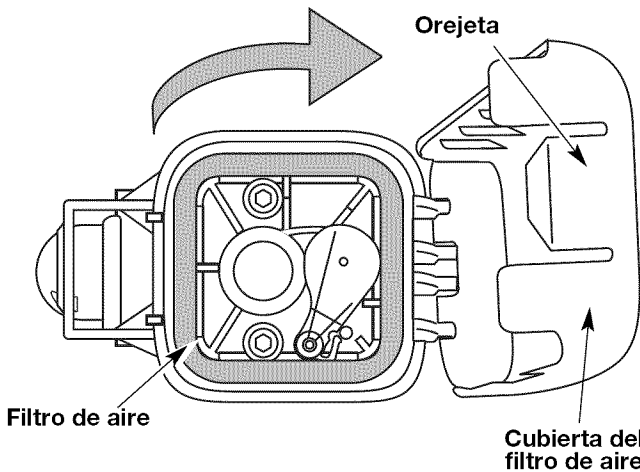

Fig. 21
1. Abra la tapa del filtro de aire. Empuje hacia adentro la lengüeta que está en lado izquierdo de la tapa. Después hale hacia derecho del filtro de aire (Fig. 21).
2. Retire el filtro de aire (Fig. 21).